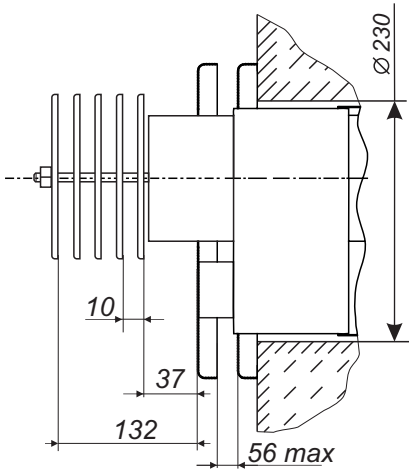
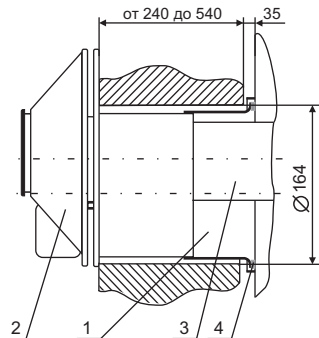

Рис. 3. Установка дисков дымовоздушного блока для изделий мощностью 7-15 кВт.
Рис. 5. Дымовоздушный блок изделия мощностью 5 кВт
1-дымовоздушный блок; 2-газоход наружный (на изделия мощностью 10-15кВт устанавливается набор дисков, рис. 3; на изделиях мощностью 5-7кВт устанавливается газоход наружный, рис.5; 5а); 3-стаканчик для установки баллонов терморегулятора и термоминидекатора; 4 - Выход воды в систему отопления; 5-выход воды на хозяйственные нужды (для изделий со вторым контуром); 6 - вход воды из системы отопления (обратка); 7-смотровое окно; 8-запальная горелка; 9-декоративная облицовка; 10-основная горелка; 11-термоминидекатор; 12-автоматика безопасности с газовым клапаном; 13-заглушки; 14-вход воды с водопровода; 15 - Датчик перегрева; 16 - гибкая металлическая труба.
6.3.1. В наружной стене здания, согласно рис. 2, пробить горизонтальный канал диаметром 190 мм для изделий мощностью 5 кВт, 230 мм для изделий мощностью 7 кВт и 250 мм для изделий мощностью 10-15 кВт (рис. 3, 5). При этом необходимо учитывать, что для обеспечения установки и снятия изделия, а также для снятия и установки газогорелочного устройства перед фронтом изделия на расстоянии **не менее 1 м от стены** не должно быть никаких строительных элементов или стационарно установленного оборудования.
6.3.3. **Для изделия мощностью 5 кВт.** Установить газоход наружный (п. 2, рис. 5а) горизонтально в канале до упора с внешней плоскостью стены, совместив его с воздуховодом (п. 1, рис. 5а), и зафиксировать деревянными клиньями. **Разрывы в соединениях не допускаются!**
Для изделия мощностью 7 кВт. Установить газоход наружный (п. 3, рис. 5) горизонтально в канале до упора с внешней плоскостью стены, совместив его при этом с вставкой (п. 2) и воздуховодом (п. 1), и зафиксировать деревянными клиньями. **Разрывы в соединениях не допускаются!**
Для изделий мощностью 10-15 кВт на выступающий газоход наружный установить набор дисков, закрепить диск "а" к наружной стене и отрегулировать их (рис. 3).
6.3.7. Установить патрубок дымохода (п. 8, рис. 2 или поз. 4, рис. 5), в зависимости от модели изделия) на его газоход и зафиксировать его.